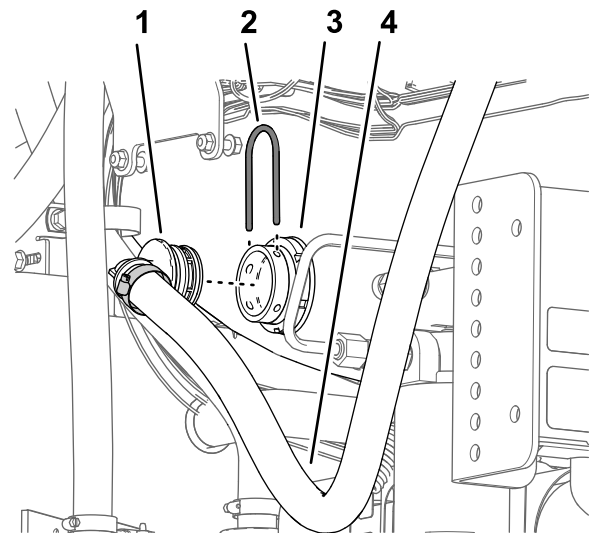

图63
2. 卸下将旁通软管下端 的 90° 宝塔接头固定至打药机药缸隔板接头的大卡环图63。